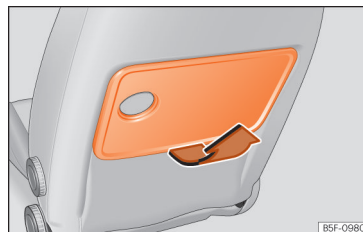

Abb. 164 Vordersitz links: Klapptisch.
- Klappen Sie den Tisch zum Aufstellen in Pfeilrichtung »» **Abb. 164** nach oben.